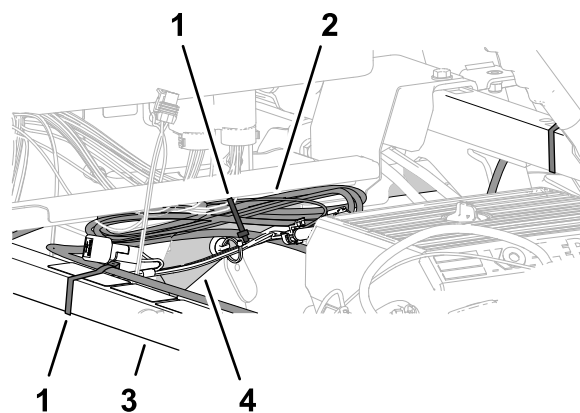

Figura 213
- Alinhe a cablagem de dados com o tubo de suporte do para-choques e prenda a cablagem ao tubo com uma braçadeira de cabos (Figura 213).
- Alinhe o feixe da cablagem de dados com o tubo da estrutura superior direita e prenda o feixe da cablagem à estrutura com uma braçadeira de cabos (Figura 213).